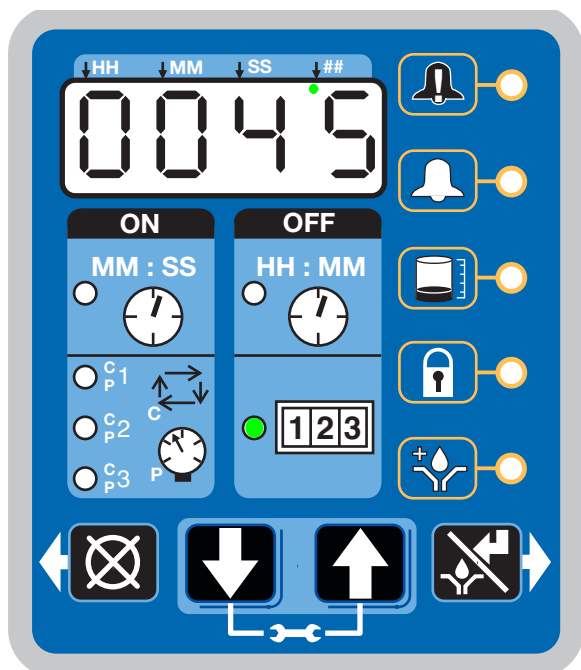

Рис. 47
- Горит индикатор рядом с 1-2-3 (Рис. 47).
В примере на Рис. 47 оставшееся количество операций — 0045.
- При настроенном счетчике операций горит индикатор рядом с 1-2-3 (Рис. 47, стр. 56).